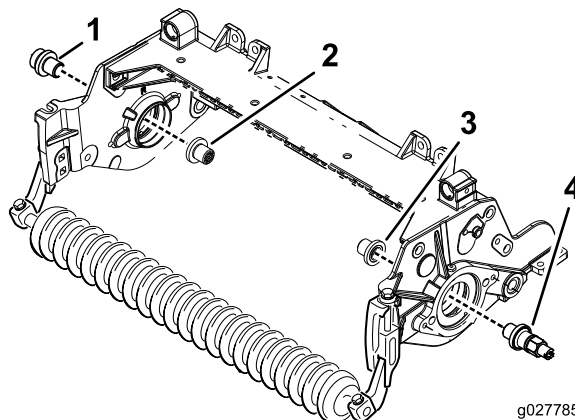

図 6
12. リール駆動シャフトツールを使って、リールシャフトの両端からスプライン付きインサートを取り外し、これらを廃棄する 図 6。モデル 03401 と 03402 にはリール駆動シャフト・ツール TOR4112 を使用する。モデル 03403 と 03404 にはリール駆動シャフト・ツール TOR4074 を使用する。スプライン付きインサートが入っていたところのネジ部についているグリスをきれいにふき取ること。
13. リールシャフトのリールモータ側に、新しい長いスプライン付きインサートを取り付ける 図 6。ねじ山にロクタイト青を塗り、115.5129Nm 11.813.1kg.m = 8595ft-lbs にトルク締めする。
14. 駆動シャフト用インサートを取り付ける 図 6。